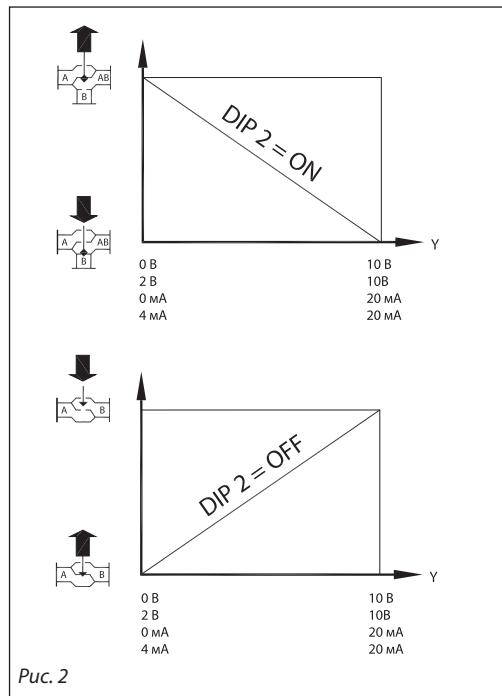

Рис. 2
**DIR/INV — прямое или обратное направление движения штока (рис. 2)**